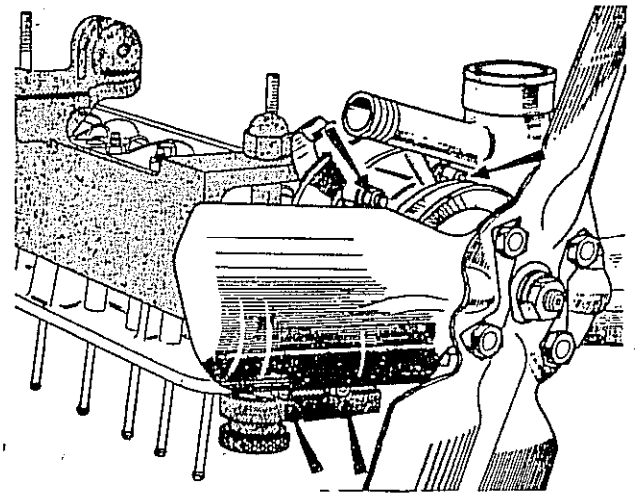

Fig. 46
- 3) Sacar la bomba de agua (Fig. 46) y la tapa de la cámara de agua (lado opuesto a la bomba).